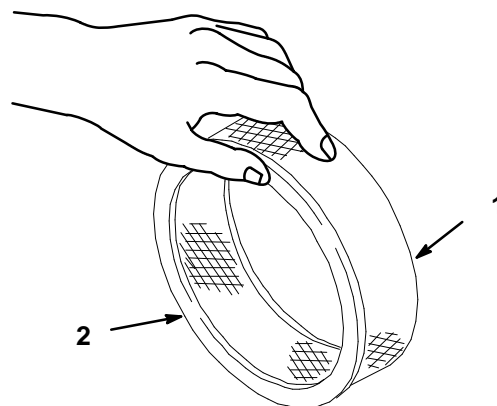

Abbildung 19
- A. Den Papiereinsatz durch leichtes Ausklopfen auf einer glatten Fläche von Staub und Schmutz befreien (Abb. 19).